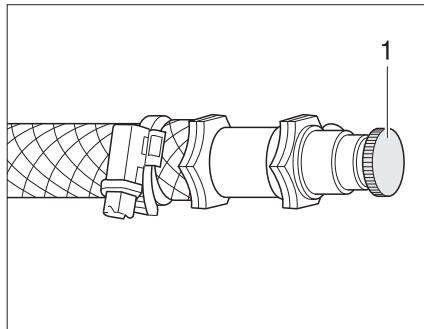

Bild 292 Entlüftungsventil Warmwasser-Heizung
- Das Entlüftungsventil (Bild 292,1) öffnen und geöffnet lassen, bis keine Luft mehr austritt.